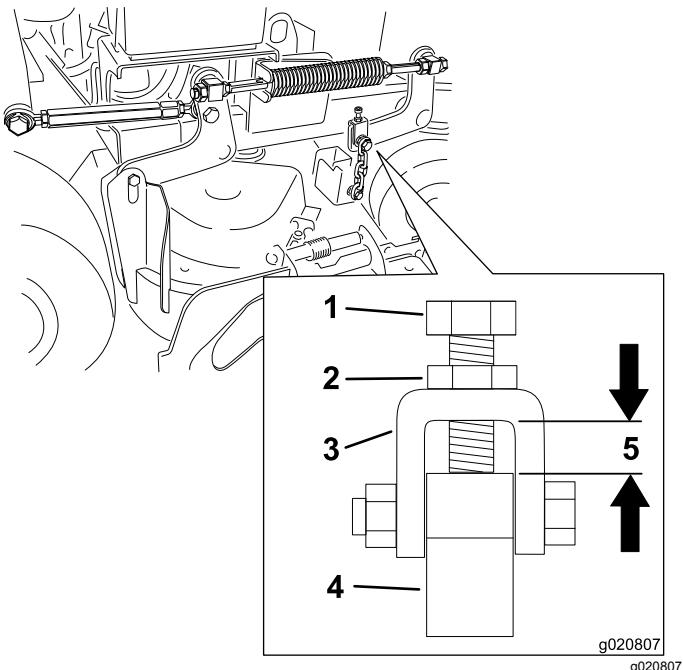

Figure 81
- Remarque:** L'écart doit être de 11 mm (7/16 po), comme montré à la Figure 81.
7. Desserrez l'écrou de blocage et ajustez le boulon de réglage de sorte à obtenir la distance correcte, comme montré à la Figure 81.